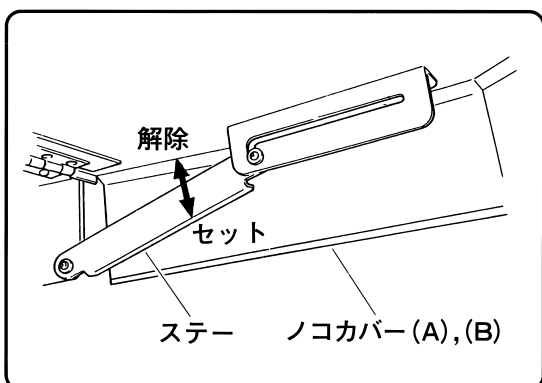

図 30
(10) スターを手で上方に解除し、ノコカバー (A) およびノコカバー (B) を下方に閉じます。(図30)
(11) 電源プラグを電源にさし込みます。
(12) 電源スイッチを入れ、運転スイッチを押して、帯のこが異常なく回転することを確認してください。